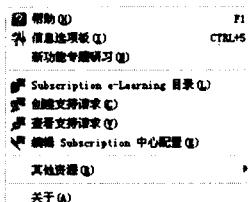

图 1-1-9
(8) 帮助：帮助菜单命令主要包含实时助手、新功能专题研习、关于 AutoCAD 等，效果如图 1-1-9 所示。